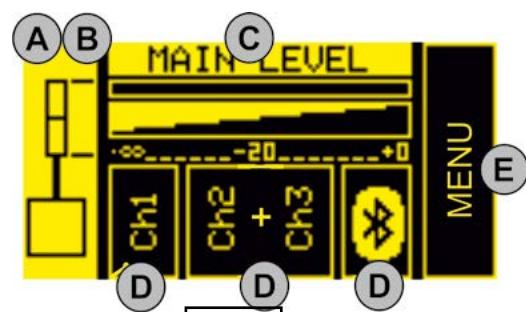

Figura 1
La página de inicio (figura 1) permite realizar las operaciones fundamentales:
- Seleccione el recuadro izquierdo (figura 1) con el pulsador [5]. Confirme y gire para seleccionar la configuración apropiada. El sistema ES1203 se puede configurar como:
- DOBLE COLUMN ESTÉREO MASTER LEFT (ML)
- DOBLE COLUMN ESTÉREO SLAVE LEFT (SL)
- DOBLE COLUMN ESTÉREO MASTER RIGHT (MR)
- DOBLE COLUMN ESTÉREO SLAVE RIGHT (SR)